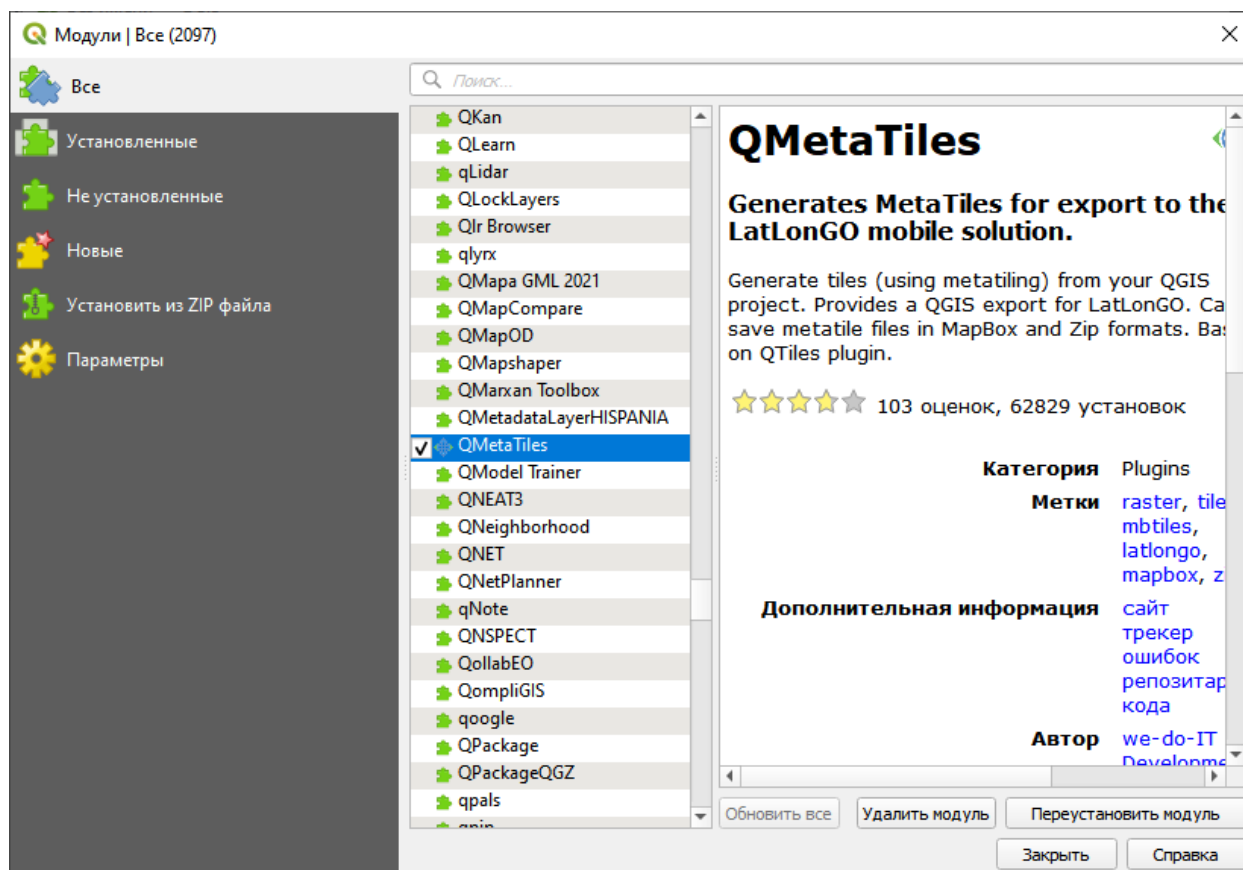

Рисунок 12 — Выбор плагина *QMetaTiles* в приложении QGIS
- б) установить плагин *QMetaTiles* в меню *Модули -> Управление модулями* (рисунок 12);